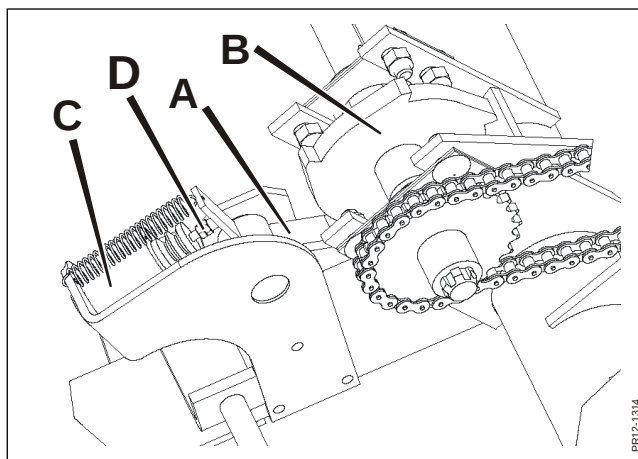

Fig. 5-9
**Fig. 5-9** På maskiner med metaldetektor er et stopsystem integreret i transmissionen for indføringssektionen. Systemet består af en klinge **A** og et klinkehjul **B**, og aktiveres af en spole **C**. Systemet aktiveres, når der er registreret metal i indføringssektionen og spolen får et signal fra elektronikken, der straks bringer klingen **A** i indgreb med klinkehjulet **B**, og indføringssektionen er blokeret.